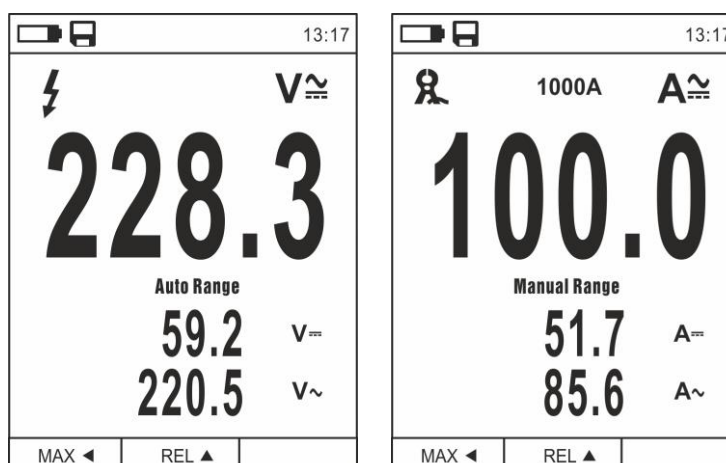

Fig. 6: Descripción medida tensión y corriente CA+CC
2. Pulse la tecla **MODE** seleccionando las modalidades “V_{AC}”, “A_{AC}”, “mA_{AC}” o “μA_{AC}” (ver Fig. 6)